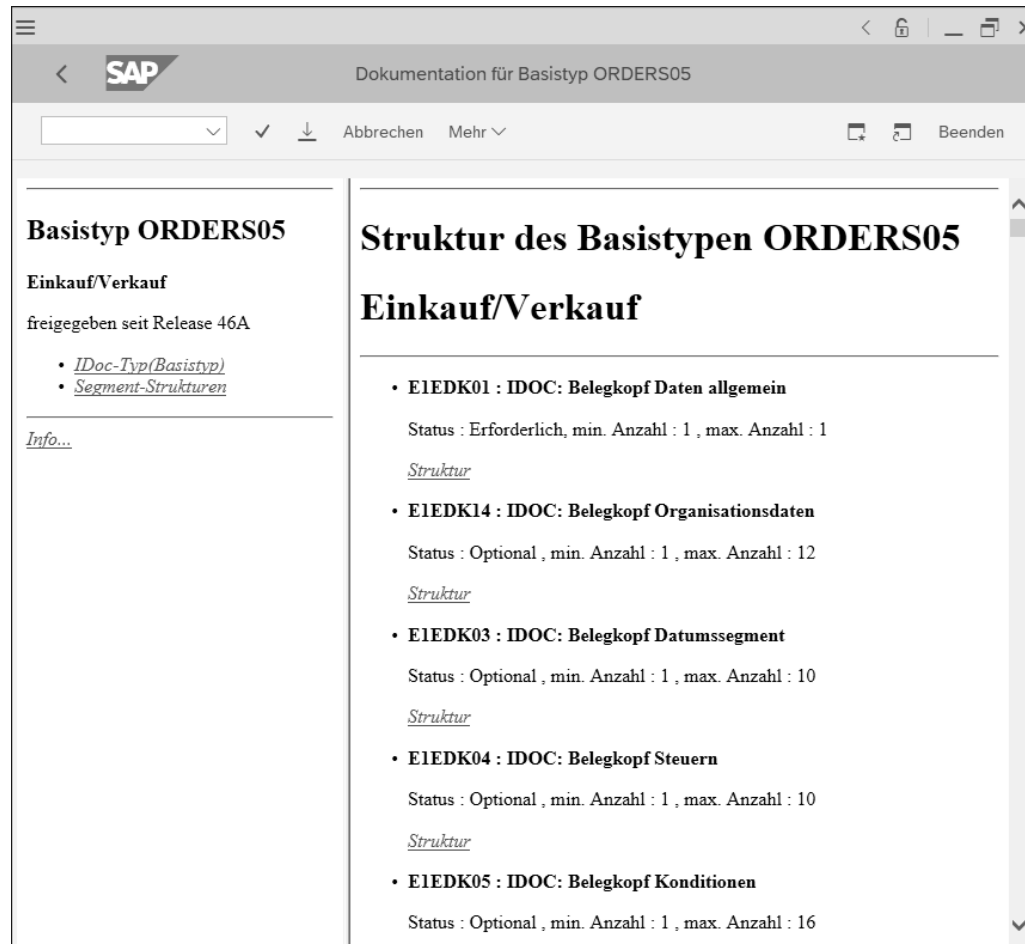

Abbildung 1.14 IDoc-Dokumentation im SAP-ABAP-System
- IDocs finden Sie über Transaktion WE60 (siehe Abbildung 1.14)